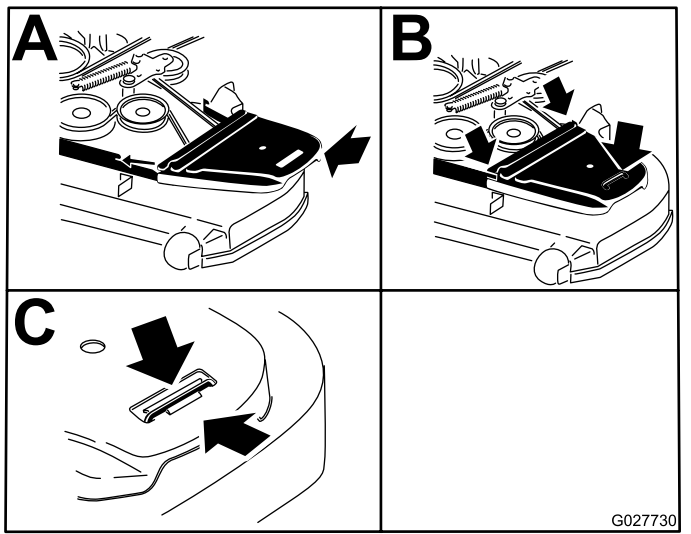

Figura 94
12. Instale las cubiertas de las correas; deslice la cubierta de la correa por debajo de los enganches laterales y asegúrese de que la pestaña queda por debajo del enganche metálico (Figura 94).